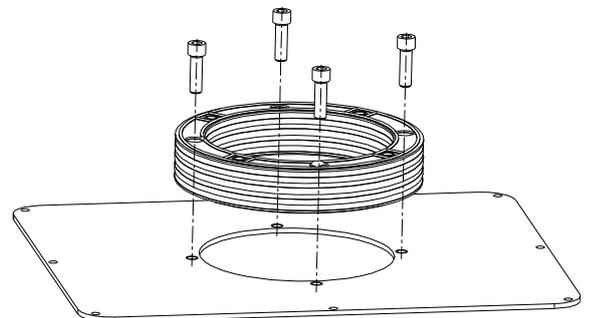

Bild 4: Montage Dämpfungsring DT.../2
- Schrauben durch die Senkbohrungen im Dämpfungsring durchstecken und mit den Gewinden im Behälter bzw. Grundplatte verschrauben (siehe Bild 4).